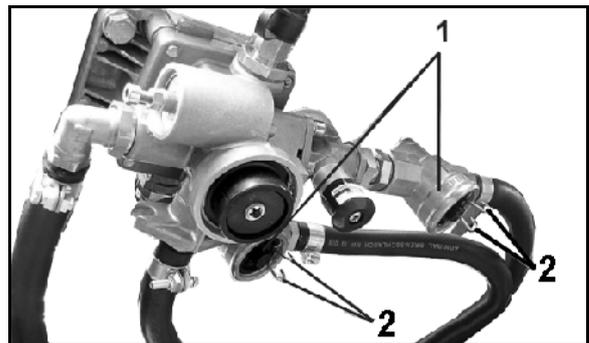

Fig. 83
Limpiar los dos filtros de los conductos (Fig. 83/1) cada 3 meses (reducir el intervalo si las condiciones de uso son difíciles). Para ello
1. Juntar las dos presillas (Fig. 83/2) y extraer la pieza de cierre con junta tórica, muelle de compresión y cartucho de filtro.